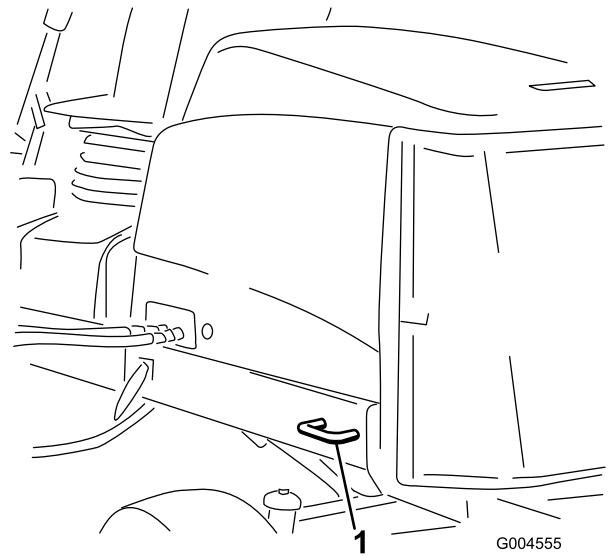

Figura 40
- Detrás – en cada lado de la máquina, en el bastidor trasero (Figura 40)